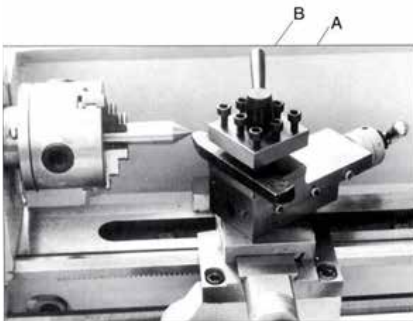

Fig.11
Cuando se vaya a ajustar la posición del poste de la herramienta, sólo se debe soltar la palanca mostrada en (B) de la Fig.11. Después de haber terminado, asegúrese de apretar. Si usted va a reemplazar el cortador de trabajo, entonces usted necesita aflojar los tornillos de (A) con la llave Allen proporcionada.